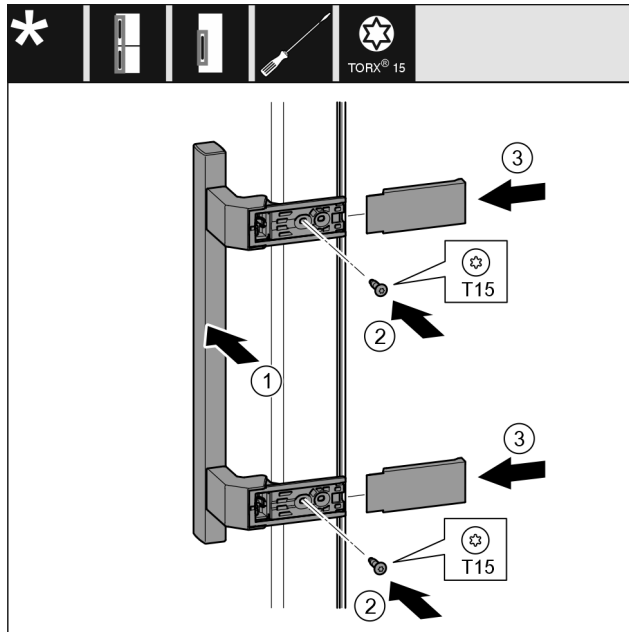

Fig. 21
- Pielieciet rokturi Fig. 21 (1) pretējā pusē.
- Ar skrūvgriezi pieskrūvējiet skrūves Fig. 21 (2).
- Sānos pielieciet un uzbīdīet pārsegu Fig. 21 (3).